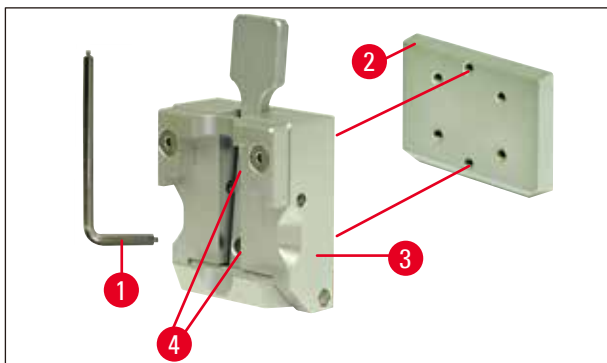

Fig. 10
3. Svalehaleføringen kan fjernes (→ Fig. 10-2) fra prøveklemmen (→ Fig. 10-3) ved å skru ut de to skruene (→ Fig. 10-4) fra svalehaleføringen (→ Fig. 10). Igjen, bruk sekskantnøkkel med håndtak str.3.